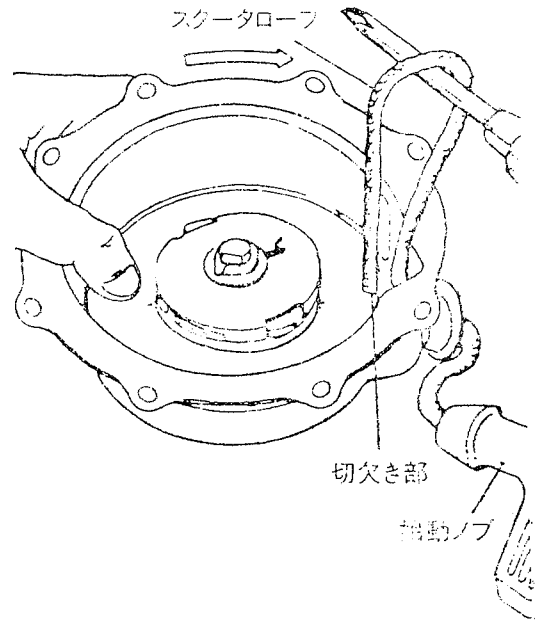

Fig 10-1
- (1) リコイルスタータをエンジンから取り外して下さい。（ボックススパナ等で）
- (2) 始動ノブを引き、スタータロープを30～40cm引き出し、リールの切欠き部からスタータロープの出口に来た所で、リールが逆転しない様に Fig 10-1 のように親指でしっかり押えて、ドライハーでスタータロープをリコイルスタータの内側に引き出します。